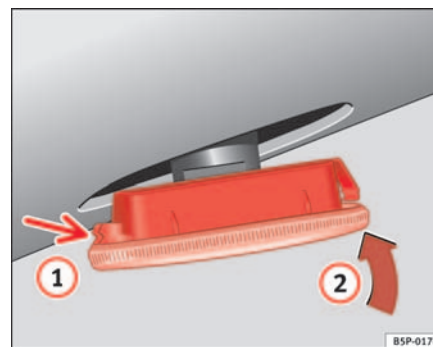

Abb. 187 Seitlicher Blinker
- Setzen Sie den Blinker zuerst in der Aufnahme der Karosserie ein, wobei die Halterungen richtig einrasten müssen ⇒ Seite 259, Abb. 187, Pfeil ①.
- Setzen Sie die Lampe in Richtung Pfeil ② ⇒ Seite 259, Abb. 187 ein. ■